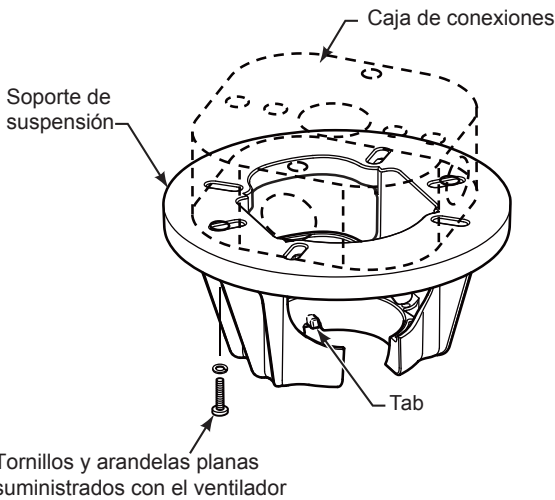
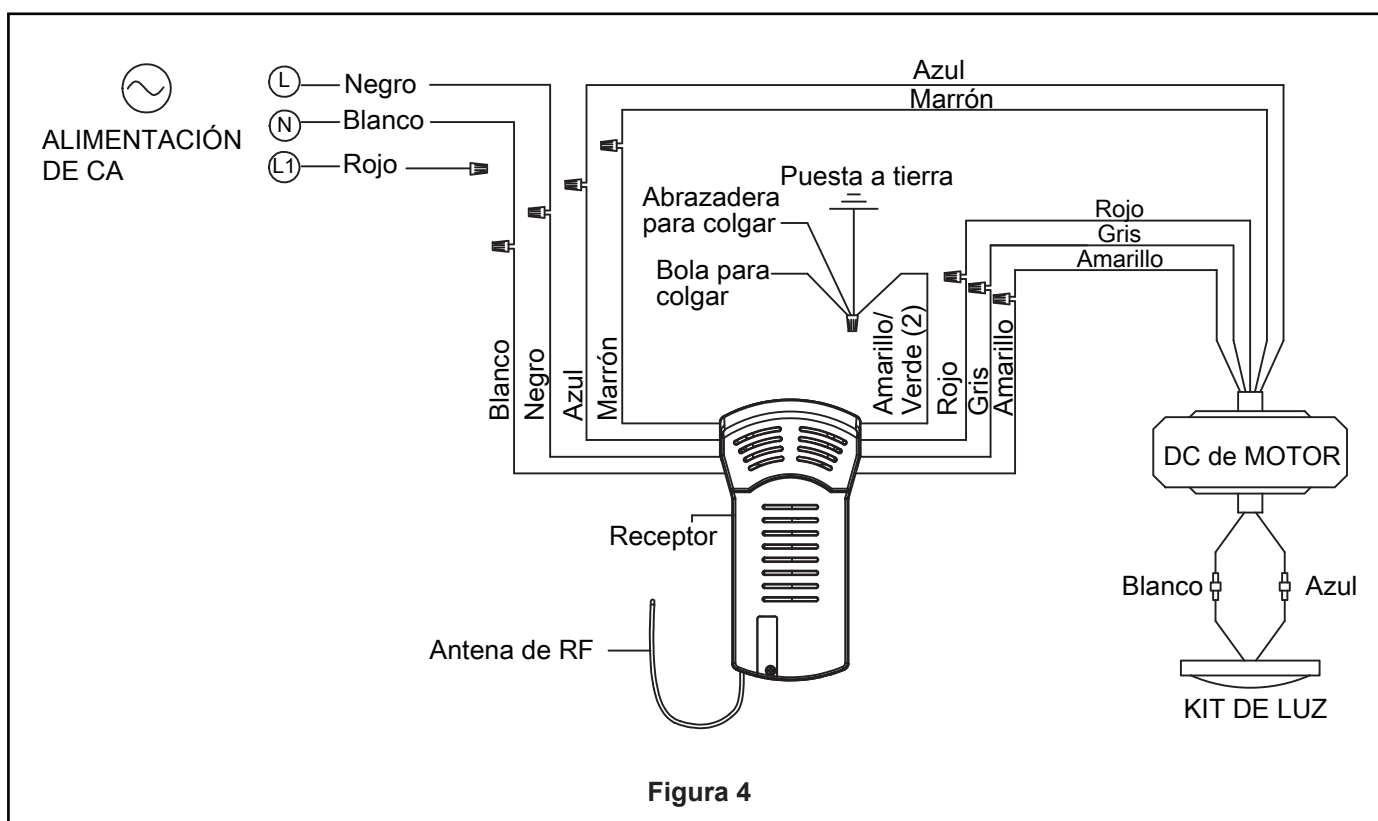

Figura 3
Figura 4
Uso del soporte (Figura 3)
3. Afloje los dos tornillos de fijación del soporte del barral de soporte para techo a través de la varilla. Introduzca los cables de color marrón, azul, rojo, gris y amarillo cables a través de la varilla. (Figura 3)
4. Coloque el soporte de la varilla y alinee los orificios de la clavija de horquilla en ambas piezas. Instale la clavija de horquilla y asegúrela con la pinza de horquilla. Instale los set de tornillos con tuercas en el soporte de la varilla. Fije con seguridad el set de tornillos con el destornillador y luego fije bien las tuercas con una llave hexagonal. (Figura 4)
- ☐ 1. Fije adecuadamente el soporte colgante a la caja de empalme del techo que sea aceptable para el soporte del techo. Usando los tornillos de la caja de salida #8-32 y las arandelas planas suministrado con el ventilador. (Figura 3)
NOTA: Se deben pasar los tornillos de la caja de conexiones a través de los orificios que se encuentran en el soporte de suspensión. (Figura 3)
- ☐ 3. Con cuidado, levante el ventilador y apoye la unidad del barral/de la semiesfera en el soporte de suspensión que acaba de fijar a la caja de conexiones. (Figura 4) Asegúrese de que la ranura en la semiesfera esté alineada con el reborde del soporte de suspensión. (Figura 3)
- ☐ 2. Deslice el receptor en el soporte de suspensión antes de realizar el cableado como se muestra en la figura 3.
- ☐ 3. Realice las conexiones de cables al bloque del terminal como se muestra en la Figura 4.
- ☐ 3. Extraiga uno de los tres tornillos del ensamble de la placa de iluminación y guarde los tornillo para pasos posteriores. Afloje levemente los otros dos tronillos. (Figura 3)
Instale la cubierta del cable del kit de iluminación en la ensamble de la placa de iluminación usando las dos ranuras con clave. Sustituya el tornillo extraído y fije bien los tres tornillos. (Figura 4)
- ☐ 3. Para que el ventilador sea funcional. Retire la lengüeta del aislador de la batería antes de usar el transmisor. A continuación, siga el proceso de fijación remota de código. Si no se utiliza el ventilador durante un largo periodo de tiempo, extraiga la batería para evitar cualquier daño al transmisor. Almacene el mando a distancia en un lugar alejado del calor o la humedad excesiva. (Figura 3)
- ☐ 4. Si necesita reemplazar la baterías. Retire la cubierta de la batería del control remoto con un destornillador y conserve el tornillo para luego. (Figura 4)